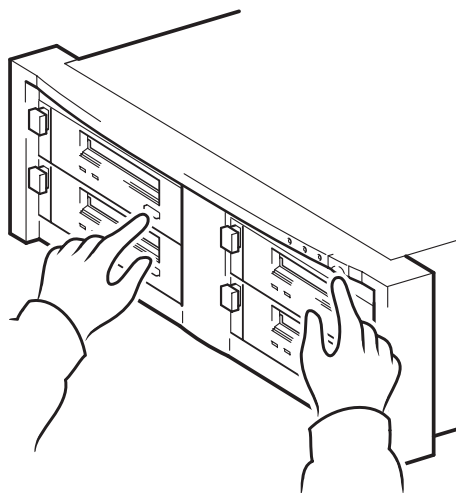

図 10b: HP OBDR、ステップ 2
- 2 HP OBDR に割当てたテープ・ドライブのイジェクト・ボタンを押します。イジェクト・ボタンを押し続け、テープ・ラックおよびサーバ (図 10b を参照) の電源をオンにします。これにより、HP One-Button Disaster Recovery 処理が開始されます。フロント・パネルのテープ・ライトとクリーン・ライトが OBDR シーケンスで交互に点滅したら、すぐにボタンから指を離します。